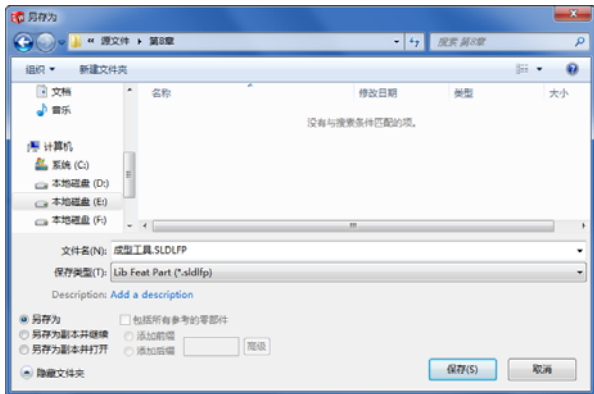

图 8-14 “另存为”对话框
(4) 单击“标准”工具栏中的“保存”按钮, 或执行“文件”→“保存”菜单命令, 弹出图 8-14 所示“另存为”对话框, 在“保存类型”下拉列表中选择*slldlfp 类型, 输入名称为“成形工具”, 单击“保存”按钮, 将其保存为成形工具, 方便以后调用。